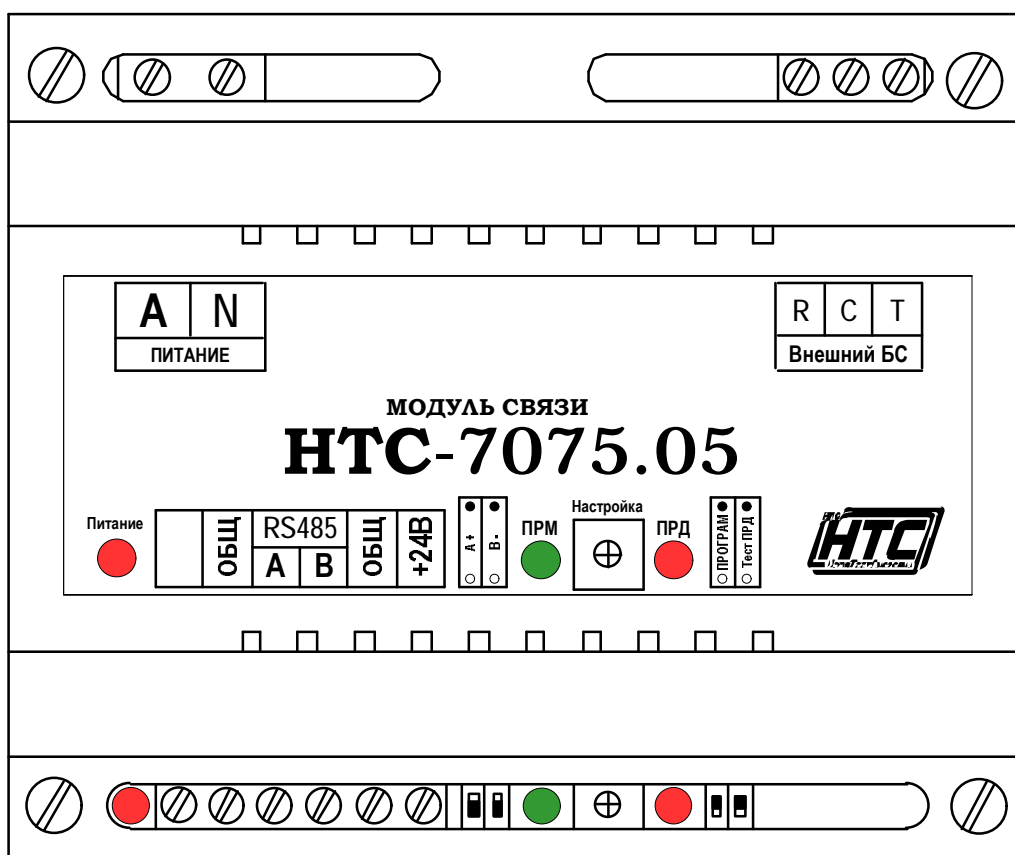

Рисунок 1. Внешний вид модуля связи НТС-7075.05
- 1.5.1. Внешний вид модуля связи НТС-7075.05 приведен на рис. 1.